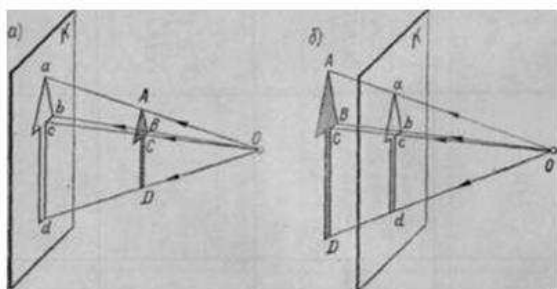

Рис. 1. Центральное проецирование
**Центральное проецирование** заключается в следующем: выбирается произвольная точка  $O$  – центр или полюс проецирования и картинная плоскость  $K$ , на которой получается изображение (проекция). Для того чтобы получить проекции точек  $A, B, C, D$ , принадлежащих стрелке (рис. 1), надо соединить центр  $O$  с данными точками и продолжить прямые линии (проецирующие лучи) до пересечения с картинной плоскостью  $K$ .
Величина проекции зависит от положения предмета по отношению к картинной плоскости, а также от расстояния его до этой плоскости и до центра проецирования. На рисунке 1, а предмет расположен между центром  $O$  и картинной плоскостью  $K$  и поэтому его изображение получается увеличенным. Если предмет расположить за плоскостью  $K$  (рис. 1 б), то изображение получится уменьшенным.